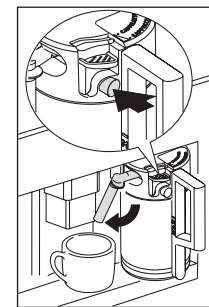

Fig. 33
- ▶ Spostare il tubo erogazione latte come indicato in Fig. 33 e posizionare la tazza sufficientemente grande sotto le fuoriuscite dell'erogatore caffè e sotto il tubo erogazione latte.
- ▶ Mettere un recipiente sotto il tubo erogazione latte (Fig. 33).
- ▶ Premere e tenere premuto il pulsante CLEAN (C3) (vedi pag. 89) posto sul coperchio stesso, per almeno 5 secondi (Fig. 33) per avviare la funzione di pulizia.